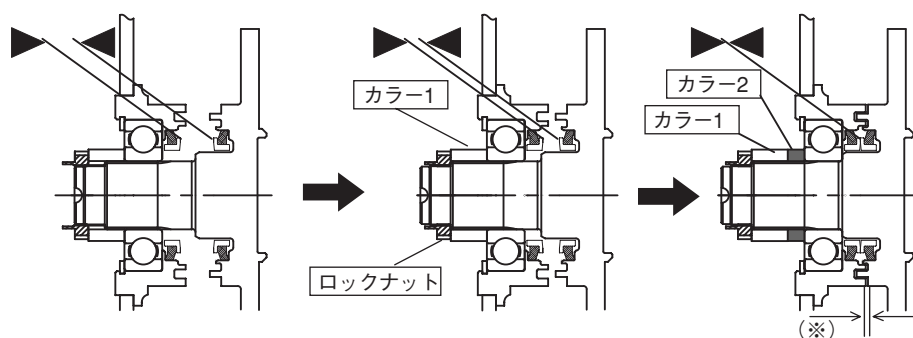

図 7
- (3) ハンドプレスが無い場合は、チェンケースプレートに耕うんフランジシャフトLを手で押し込んで入るところまで入れ、カラー1を耕うんフランジシャフトLにセットし、ロックナットを専用締め付け工具で締め付けて耕うんフランジシャフトLを引き込んでください。締め付けができなくなったらロックナットを一度緩め、カラー1とカラー2を下図の順でセットしなおし、再度ロックナットを締め付けて耕うんフランジシャフトLを引き込んでください。(図7)